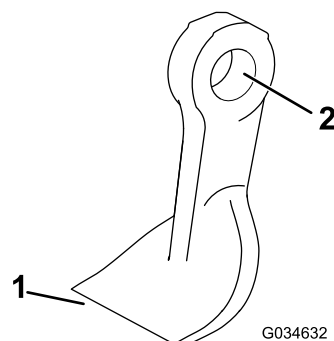

Figure 78
4. Contrôlez l'état de chaque lame, en particulier les fixations, le tranchant et le trou de fixation (Figure 78). Remplacez toutes les lames et fixations endommagées